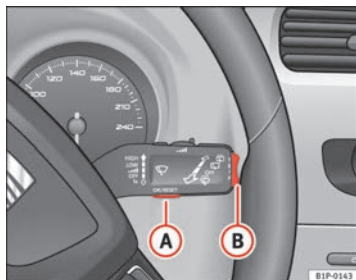
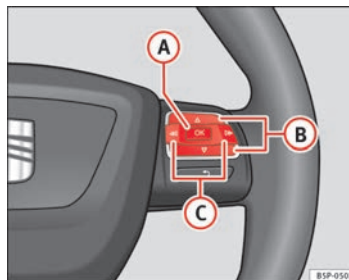

Abb. 43 Scheibenwischerhebel: Taste A zum Bestätigen von Menüpunkten und Wippe B zum Wechseln der Menüs
Abb. 44 Bedienelemente am Lenkrad: Taste A zum Bestätigen der Menüpunkte und Tasten B zum Wechseln der Menüs
- Zum Aufrufen des Menüs „Einstellungen“ drücken Sie die Taste **C** ⇒ Seite 70, Abb. 44, bis die entsprechende Anzeige am Display erfolgt. Nun befinden Sie sich in diesem Menü.
- Zum Umschalten zwischen den Speichern drücken Sie bei eingeschalteter Zündung kurz die Taste **[A]** ⇒ Seite 70, Abb. 43 ⇒ Seite 70 am Scheibenwischerhebel oder die Taste **[OK]** am Multifunktionslenkrad ⇒ Seite 70, Abb. 44 ⇒ Seite 70. ▶
In der Multifunktionsanzeige können Sie durch Betätigen der Wippe **(B)** ⇒ Seite 70, Abb. 43 ⇒ Seite 70 am Scheibenwischerhebel oder durch Drücken der Taste **(Δ)** bzw. **(▽)** ⇒ Seite 70, Abb. 44 am Multifunktionslenkrad* die folgenden Daten abfragen.